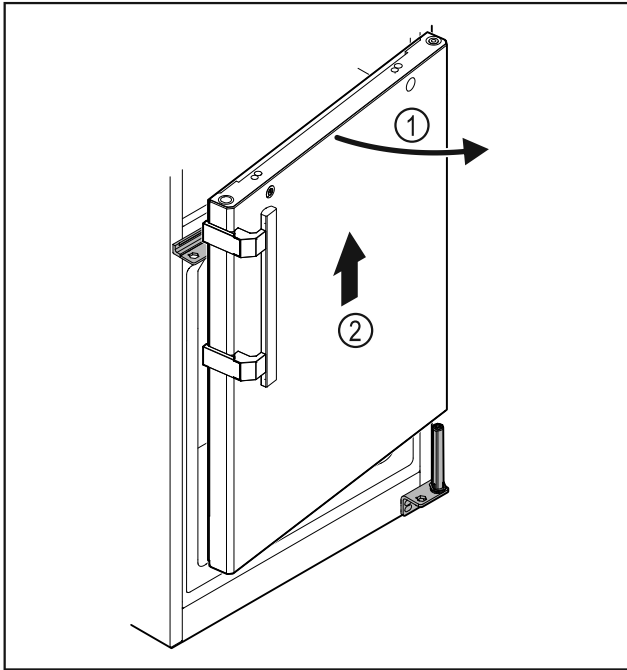

Fig. 24
- Tür Fig. 24 (1) leicht öffnen, circa 200 mm gerade nach oben heben und abnehmen Fig. 24 (2).